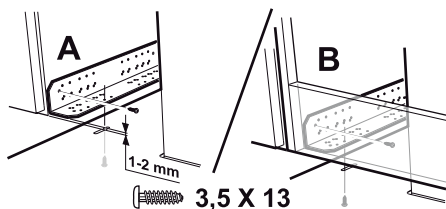

Fig. 3
2. Indbygget eller mellem skabe monteres emhætten med beslag. Beslag og kappe skrues fast med 8 skruer 3,5 x 13, Fig. 3. Beslagene skrues med de affasede hjørner udad og ved skabets forkant, Fig. 3A, eller med beslagene mod emhætteoverskabets forstykke, Fig. 3B. Emhætten skrues derefter fast i beslagene. Sæt filtrene i igen.